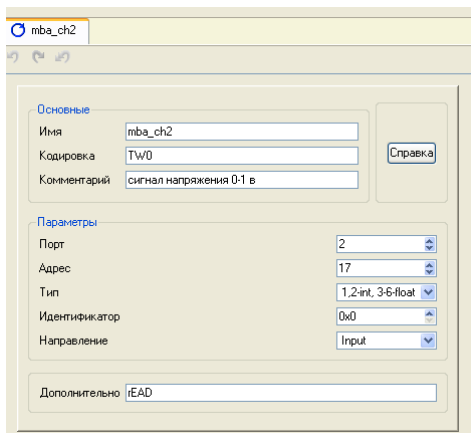

Рисунок 6.3 – Вікно налаштування компоненту *Owen\_RS485*
2) Створіть і налаштуйте в шарі *Источники/Приемники PLC*-групу, а в ній підгрупу – *OwenRS485\_Group* з компонентами *Owen\_RS485*. Спочатку відредагуйте один компонент. Для цього подвійним кліком миші відкрийте бланк налаштування компонента *Owen\_RS485*. Відкриється віконна форма, яка зображена на рис. 6.3. Зони для заповнення в роз-